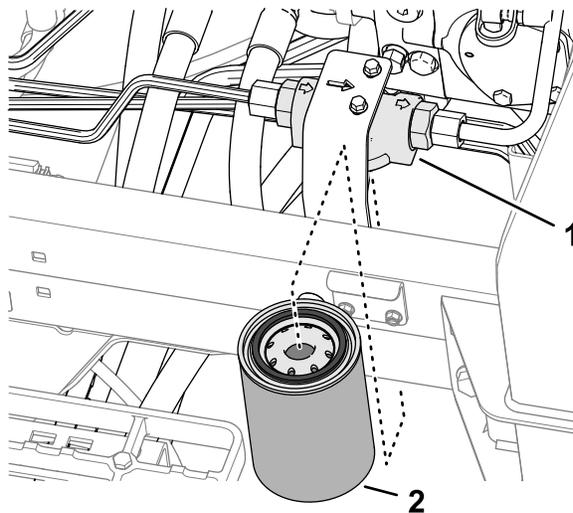

Рисунок 115
3. С левой стороны машины поставьте сливной поддон под фильтр линии нагнетания (Рисунок 115).